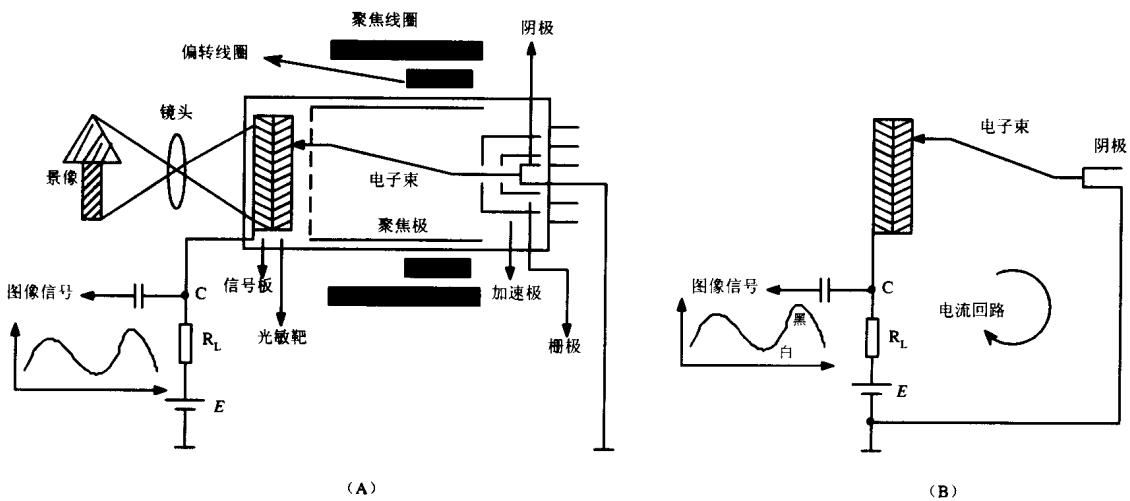

图1-7 图像信号的形成过程
图像信号是由发射端的摄像管产生的，图像信号的形成过程可由图 1-7 来说明。摄像管的主要组成部分是光敏靶和电子枪，如图 1-7 (A) 所示。光敏靶是由光敏半导体材料制成的，这种材料具有在光作用下电导率增加的特性。被传送的图像通过摄像机的光学系统恰好在摄像管的光敏靶上成像，形成“光图像”。由于“光图像”各部分的亮度不同，靶上各部分的电导率也发生了不同程度的变化。与较亮图像对应的单元电导较大（电阻较小）；与较暗图像对应的单元电导较小（电阻较大）。于是，图像上各部分的不同亮度就变成了靶面上各单元电导的不同，“光图像”就变成了“电图像”。
从摄像管电子枪阴极发出的电子束，经电、磁场的作用以高速射向靶面，并在偏转线圈磁场作用下进行扫描。当电子束扫到靶面某点时，就使接地的阴极与信号板、负载 (R_L)、电源构成一个回路，如图 1-7 (B) 所示。使负载 R_L 中有相应的电流流过，电流的大小取决于光敏靶上该点电导的大小。显然，亮区信号电流大，暗区信号电流小。由于扫描按顺序进行，于是便沿着扫描的顺序，把“电图像”上所有像点逐点地变为信号电流输出。